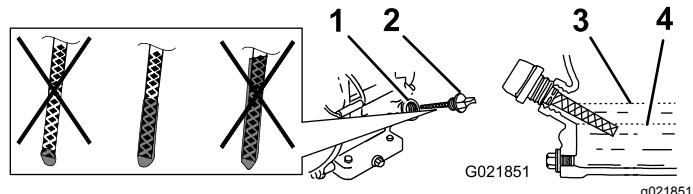

Figura 19
- Limpie alrededor de la varilla (Figura 19) para impedir que caiga suciedad por el orificio de llenado y cause daños en el motor.
- Introduzca la varilla a fondo en el orificio de llenado, pero **no la enrosque** (Figura 19).
- Retire la varilla de nuevo e inspeccione el extremo. Si el nivel del aceite del motor es bajo, vierta lentamente en el orificio de llenado sólo la cantidad de aceite suficiente para que el nivel llegue a la marca Full (lleno) de la varilla (Figura 19).